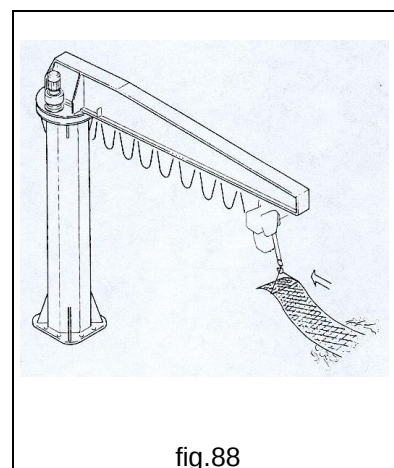

fig.88
- **NE JAMAIS** utiliser la potence pour des opérations de trainage ou entraînement (fig.88).